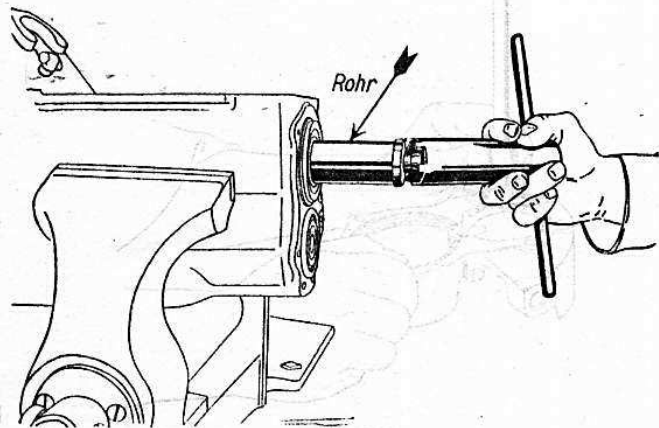

Bild 123
10. Neues Rohrstück ( $\varnothing 40/31$  mm, lang 75 mm) auf überstehendes Hauptwellenende schieben und durch Anzug der hinteren Nutmutter Hauptwelle ganz nach hinten ziehen, bis Anlaufscheibe (b) am hinteren Kugellager bündig anliegt (Bild 123). Rohrstück wieder abnehmen.